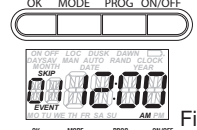

Fig. 7
1. Depuis l'écran **MAN, AUTO** ou **RAND**, appuyer sur **PROG**. L'écran affiche 01 en clignotant (Fig. 7).